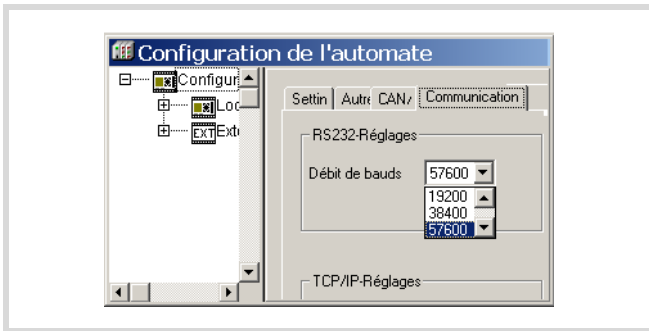

Figure 74 : Définition des paramètres de communication de l'UC
Vous pouvez ensuite redéfinir les paramètres de l'UC (→ figure 74). Il convient de réadapter par la suite ces modifications de paramètres pour le PC.
- ▶ Dans la zone de liste "Vitesse de transmission" (Baudrate), choisissez la vitesse souhaitée (exemple : 57600 bits/s, comme indiqué sur la figure 74).